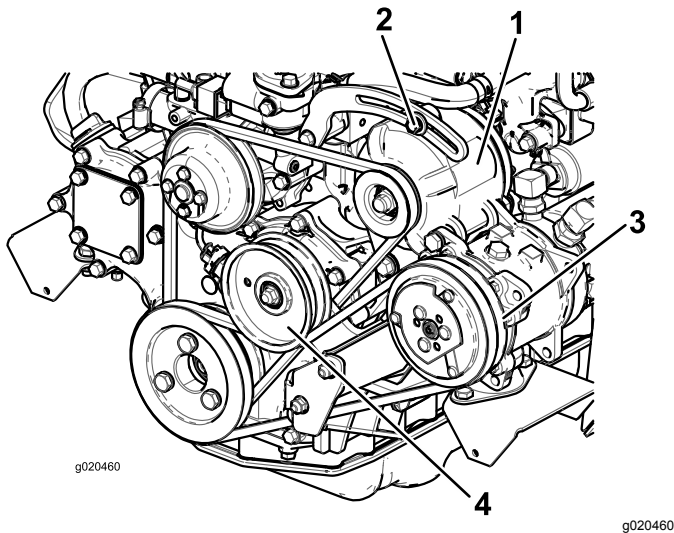

Рисунок 98
Если прогиб не равен 10 мм, ослабьте болты крепления генератора (Рисунок 98).
2. Для установки величины отклонения 10 мм ослабьте болт крепления натяжного шкива (Рисунок 98).